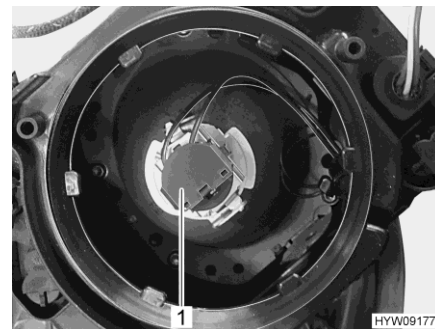

Fig. 149 Lampada ad incandescenza (faro anabbagliante/abbagliante)
- Ruotare il supporto (Fig. 149,1) e la lampada in senso antiorario e rimuoverli dall'involucro.
- Inserire il supporto (Fig. 149,1) e la lampada ad incandescenza nell'involucro e ruotare in senso orario fino a bloccarli. Il supporto scatta in posizione.